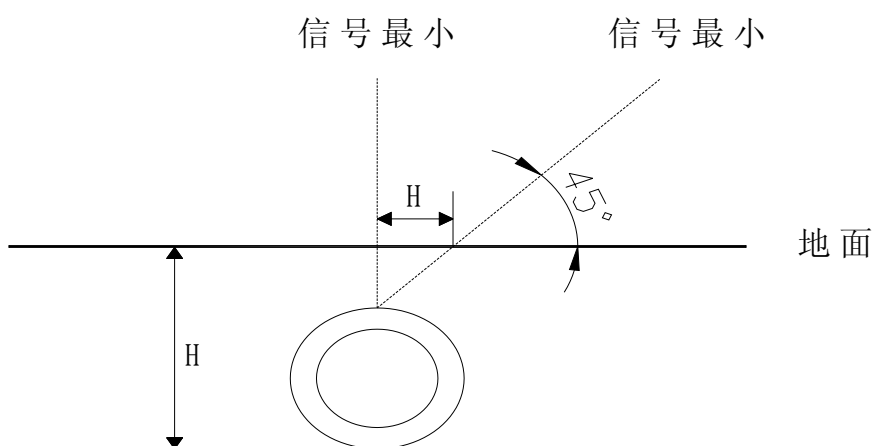

图 6.3 电缆断面
② 仪器与电缆连接好，将转换开关置“径”位，仪器输出调节在最小位启动电源，慢慢调节输出，观察表头指示，一般表头指示为“5~10V”时就能满足探测。
③ 探棒接至定点仪，定点仪置于“路径”探棒与地面垂直并左右移动，耳机内听到的信号大小不同，即两边声音大，中间声音小，当声音最小点的连线即是电缆埋设位置。
④ 电缆埋设深度的估测：在已测准的电缆位置上面，将探棒与地面成  $45^\circ$  夹角，垂直于该段路径走向向外移动。当耳机中信号声音由大变至最小时，探棒所平移的距离即为电缆的埋设深度。如图 6.3 所示：